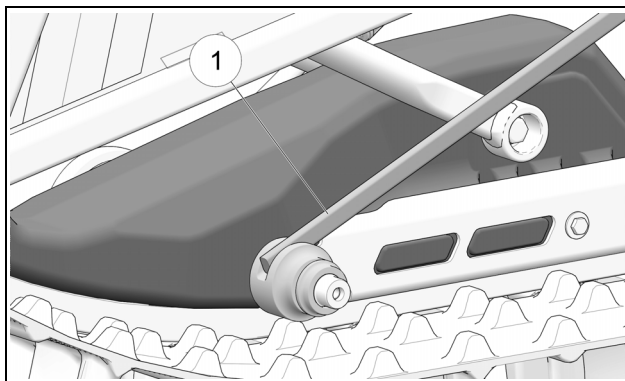

Figure 15
- À l'aide d'un outil approprié, retirer l'extrémité de la tige du ressort (1) de son logement et relâcher la tension du ressort. Figure 15.